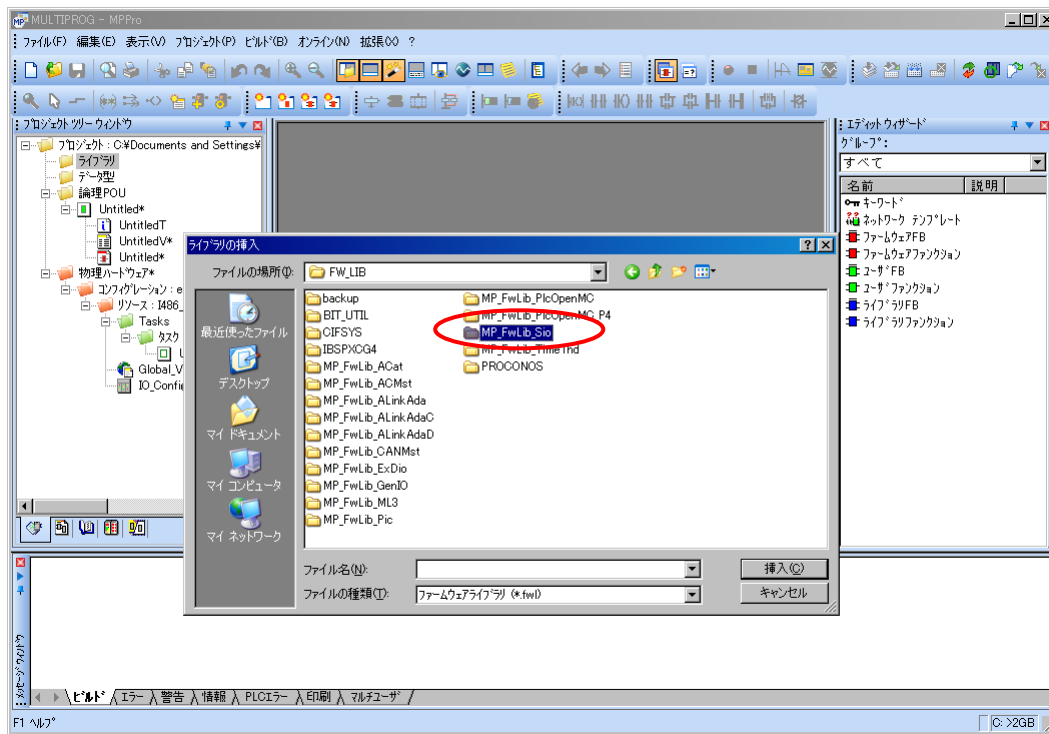

図 2-2-3. ライブラリ挿入画面②
③ 図 2-2-3 の画面が表示されますので、使用するファームウェアライブラリと同じ名前のディレクトリを選択してください。